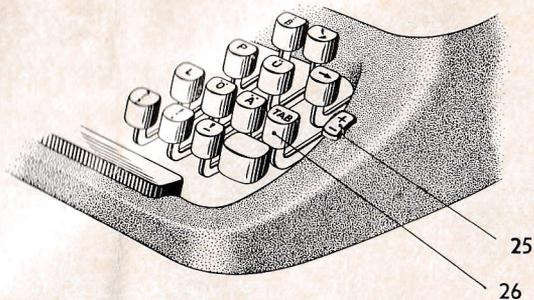

Abb. 9
Unter Benutzung des Wagenlösers (1) führt man den Wagen nacheinander an die Stellen, an denen er zum Schreiben angehalten werden soll, und drückt an jeder dieser Stellen den Setz- und Löschebel (25) in Richtung des + Zeichens. Beim Setzen eines Reiters ist zu beachten, daß der Wagen erst dann weitergeführt werden darf, wenn der Setz- und Löschebel wieder freigegeben ist (Abb. 9).